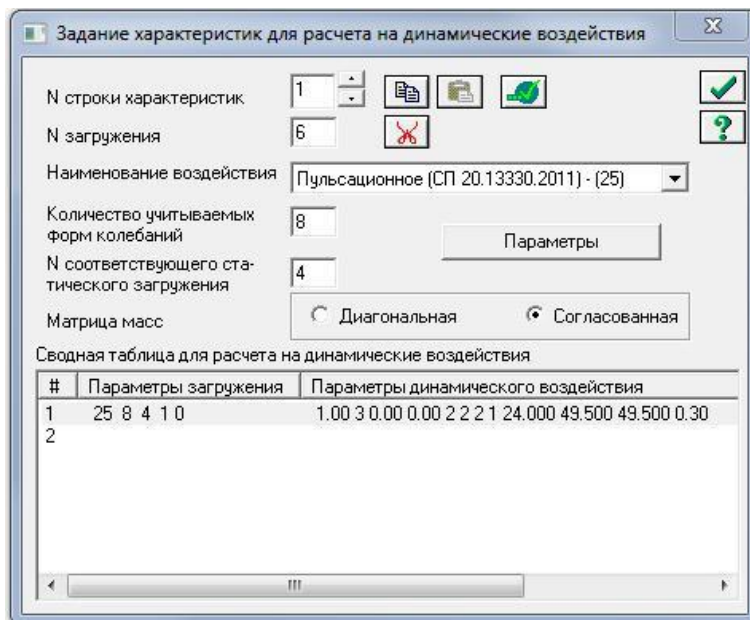

Рис. 3.23. Диалоговое окно Задание характеристик для расчета на динамические воздействия
□ Для задания основных характеристик шестого нагружения вызовите диалоговое окно Задание характеристик для расчета на динамические воздействия (рис.3.23) из меню Нагрузки □ Динамика □ Таблица динамических нагрузений (кнопка  на панели инструментов) .